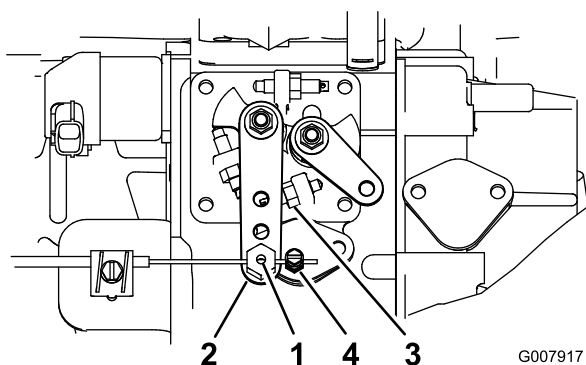

Figure 53
2. Desserrez la fixation du câble d'accélérateur, à côté du levier de la pompe d'injection (Figure 53).
3. Maintenez le bras de levier de la pompe d'injection en appui contre la butée de régime de ralenti accéléré (Figure 53).